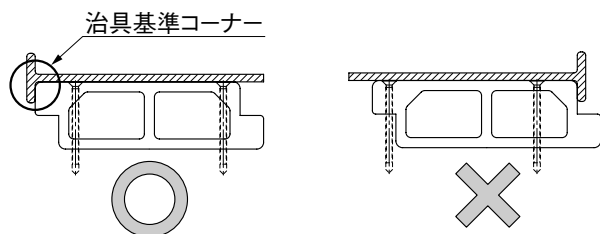

図13-5 固定ネジ治具使用例
- 内面床板に固定ネジ治具で下孔位置を加工する際、治具の当て方に注意してください。基準方向を間違えるとネジが補強部分から外れます。(図13-5参照)
① 内面デッキを施工後、床部見切り材を取付けてください。
② 床部見切り材(縦)を躯体～レール内までの寸法に合わせてカットし、内面デッキにφ2.5の下孔をあけ、ネジで固定してください。
③ 床部見切り材(横)を取付けてください。